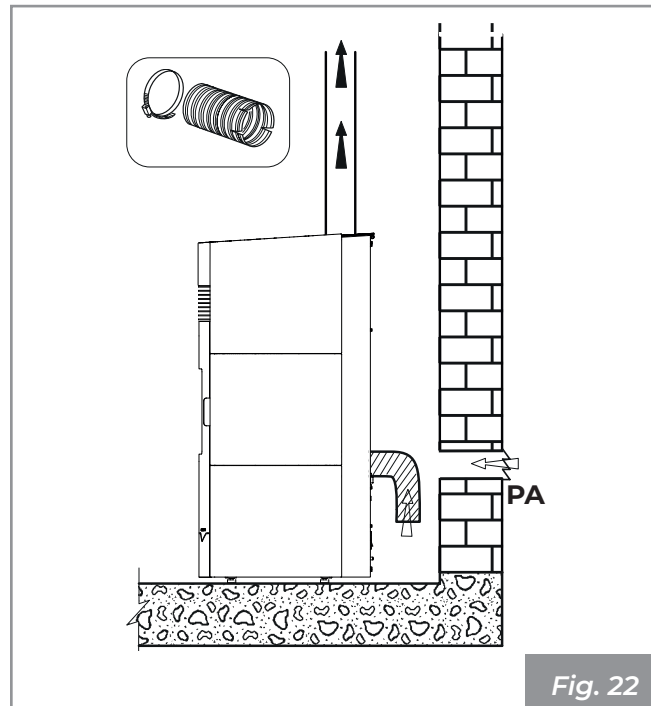
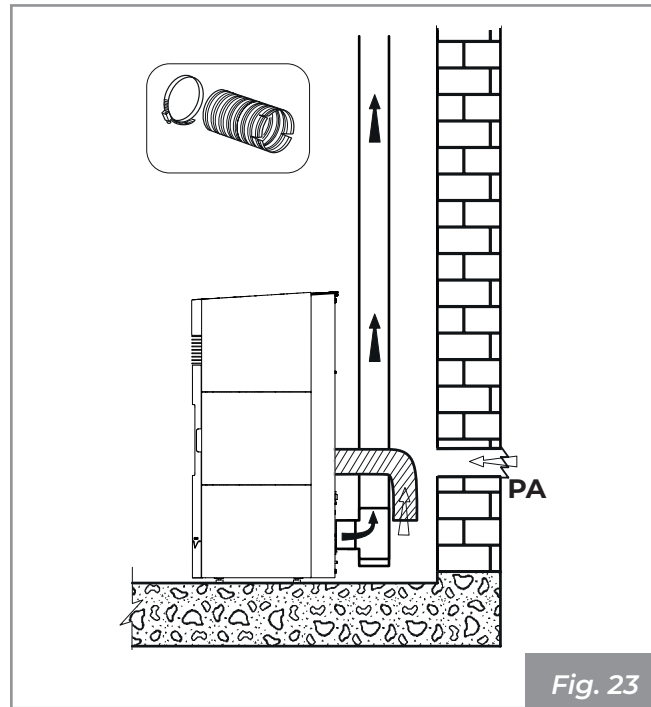

Fig. 22
Fig. 23
- provenire dall'ambiente di installazione o da adeguati locali attigui (**Fig. 22 - Fig. 23**)
Realizzare la presa d'aria sulla parete (Fig. 22 e Fig. 23 - PA = Presa d'Aria), e lasciare che l'apparecchio sia libero di prelevare aria in ambiente avendo cura di collegare sul tubo di ingresso dell'aria il tratto di tubo corrugato, qualora venga fornito, fissandolo con la fascetta e piegandolo leggermente verso il basso al fine di prevenire eventuali effetti di risonanza.